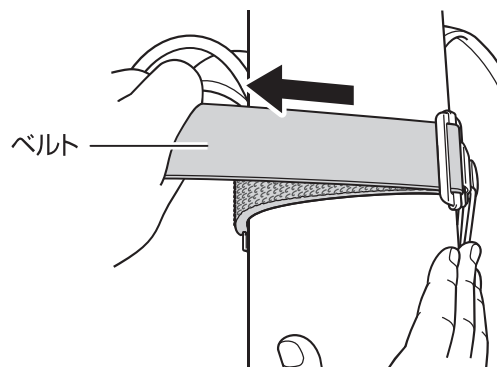

図 7 たるみをとる
2. ベルトのあまりを引いてたるみをとってください。(図7参照)